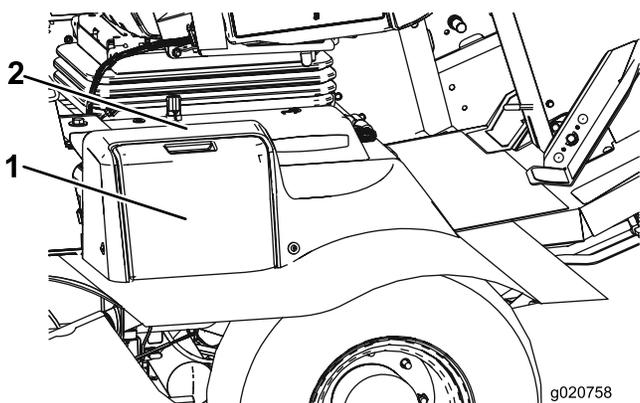

Figura 53
1. Abra a cobertura da bateria (Figura 53). no lado do resguardo.
Nota: Pressione a superfície plana por cima da cobertura da bateria para facilitar a remoção da cobertura (Figura 53).